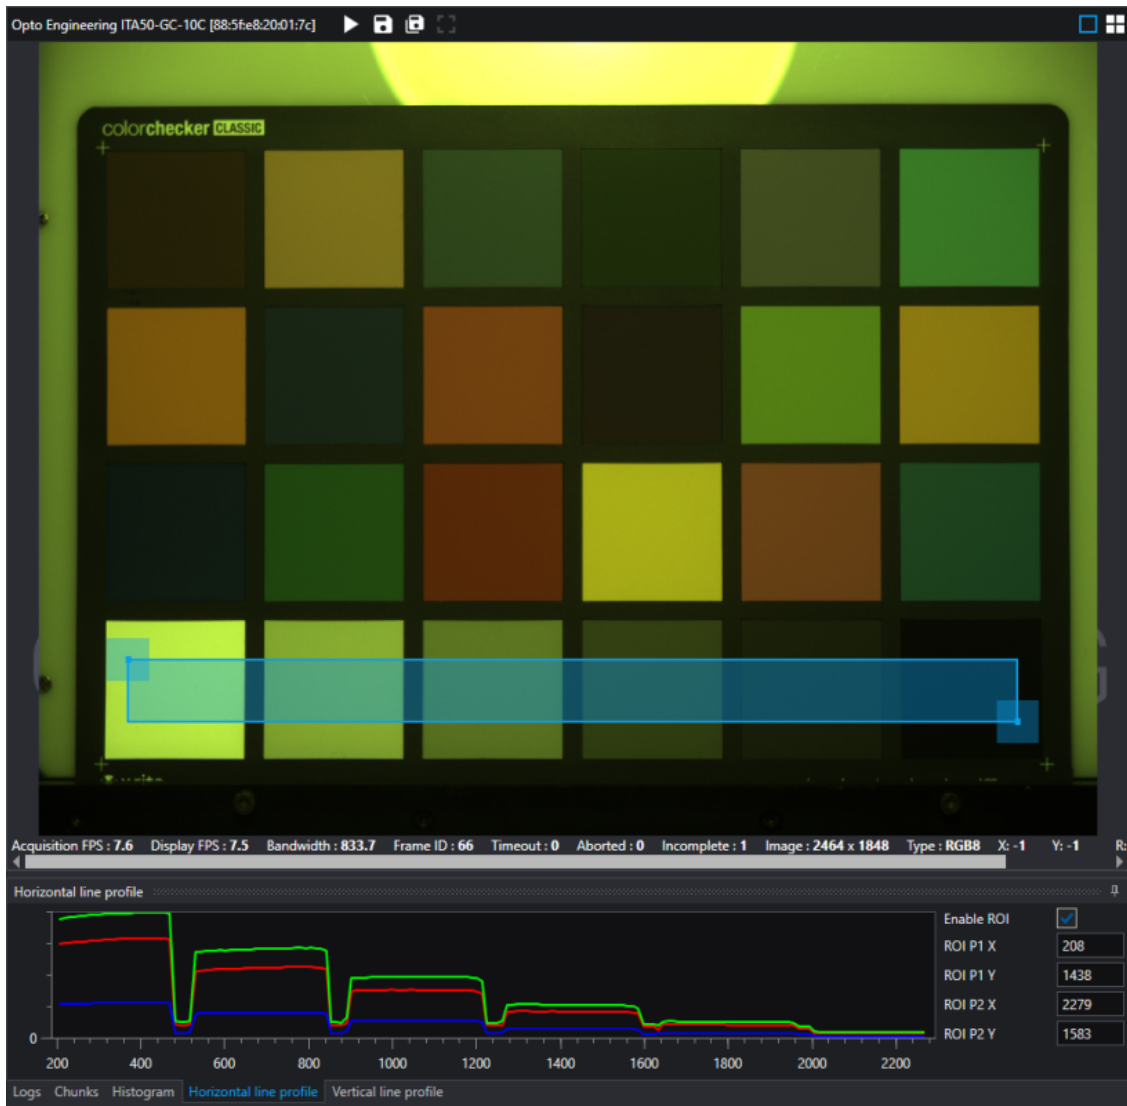

Figure 105: 색상 캘리브레이션 절차의 첫 번째 단계: 적절한 ROI 설정(color checker의 회색조 타일만 포함) 및 수평 라인 프로파일러에 결과 표시.
1. 적절한 조명을 설정한 후, *Horizontal line profile* 탭(중앙 하단 패널)을 선택하고 color checker 하단의 회색조 값만 포함하는 ROI를 그립니다(Figure 105).